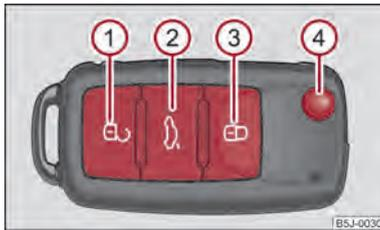

Fig. 17 Chiave a distanza
- Premere il tasto **①** ⇒ fig. 17 per circa 1 secondo.